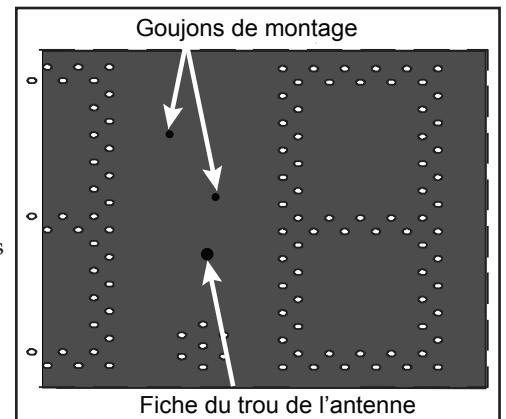

Figure 27: Montage du récepteur du panneau des chiffres
2. Retirez les deux fiches du trou de l'antenne de la façade des chiffres. Consultez la **Figure 27**.